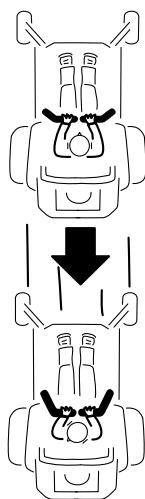

Figura 15
2. Para ir hacia atrás, mire hacia atrás y hacia abajo, y tire hacia atrás lentamente de las palancas de control de movimiento (Figura 15).
- Para ir recto, aplique la misma presión a ambas palancas de control de movimiento (Figura 15).